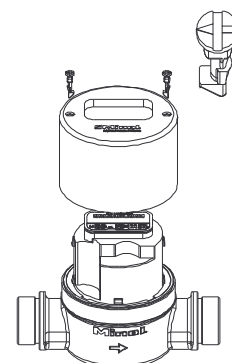

Abb. 8
- 2.14 Zählwerk in Ableseposition drehen. Kappe zum Plombieren über das Zählwerk schieben. Die Kunststoffplomben (Demontageschutz) mit dem Widerhaken nach innen in die Plombenlöcher der Kappe stecken und einrasten (Abb. 8).